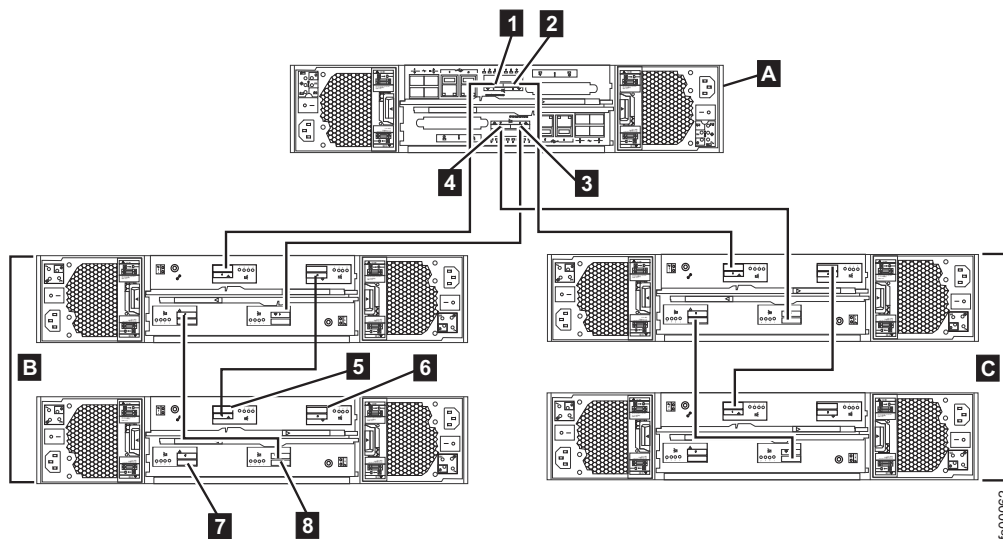

図 44. コントロール・エンクロージャー (A) と拡張エンクロージャー (B および C) との間の内部ケーブル接続
SAS ポートにケーブルを接続する場合は、以下のガイドラインに留意してください。59 ページの図 44 は、コントロール・エンクロージャー (A) と拡張エンクロージャー (B および C) との間の内部ケーブル接続を示しています。
次の表は 図 44 を参照しています。
1. SAS ケーブルを接続する前に、SAS ケーブルを拡張装置に接続する方法 (How to connect SAS cables to expansion units) および以下の図を検討します。次の表は 59 ページの図 44 を参照しています。